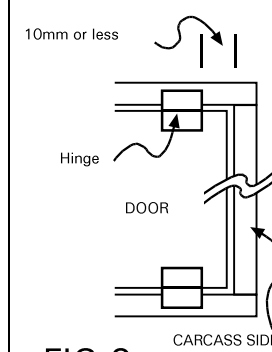

FIG 3
8. The position of the hinges from the edge of the door is not critical but should ideally not be further away than 10 mm. (see Fig. 3). Remember that on opening the door the glass between the hinge and the carcass moves into the cupboard and care must be taken prior to bonding that the contents or the shelves inside the cupboard will not interfere with the operation of the door/doors.
- Die Position des Scharniers sollte nicht weiter als 10 mm von der Türkante sein (s.Abb.3). Bitte beachten Sie, dass beim Öffnen der Tür sich das Glas zwischen dem Scharnier und dem Korpus nach innen bewegt, und das z.B. Glasböden nicht an dieser Stelle montiert werden. Einschwenkbereich abziehen!